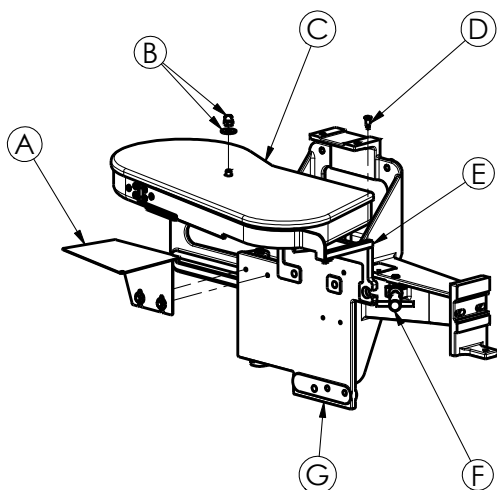

Fig. 3
Remove belt guard support (A, Fig. 3) if required.
Loosen cap nut (B, Fig. 3) and remove the belt guard cover (C).
Now push back the hinged mounting plate (G, Fig. 3) with the attached sewing machine and lock it with tommy nut (F). Refasten the connecting rod (E) with screw (D) on the mounting plate (G). Remount the belt guard cover (C) and secure it with the cap nut (B).
Riemenschutzergänzung (A, Fig. 3) bei Bedarf entfernen.
Lösen Sie die Hutmutter (B, Fig. 3) und entfernen Sie den Riemenschutzdeckel (C).
Drücken Sie nun die schwenkbare Aufnahmeplatte (G, Fig. 3) mit der Nähmaschine nach hinten und ziehen Sie diese mit der Knebelmutter (F) fest. Befestigen Sie die Verbindungstange (E) mit der Schraube (D) wieder an der Aufnahmeplatte (G). Setzen Sie den Riemenschutzdeckel (C) ein und befestigen Sie ihn mit der Hutmutter (B).